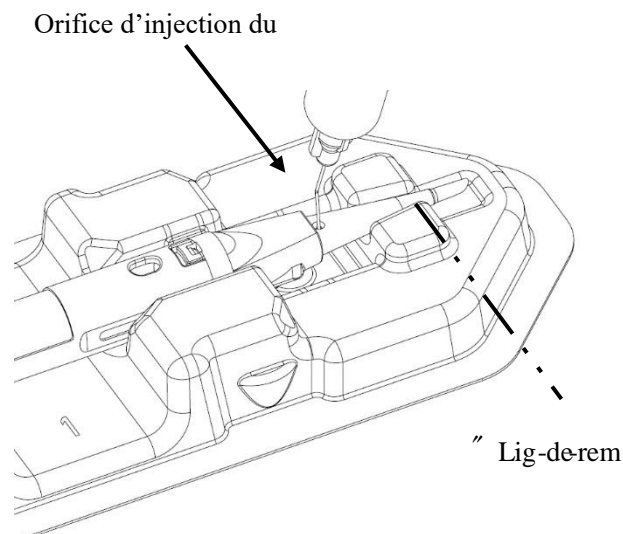

Figure 5
Étape 4. Placer l'aiguille viscoélastique perpendiculairement au système d'injection préchargé et insérer l'aiguille viscoélastique dans l'orifice d'injection viscoélastique de la cartouche du système d'injection préchargé comme illustré à la figure 5 jusqu'à ce que le viscoélastique atteigne la « ligne de remplissage ». Il faut prévoir